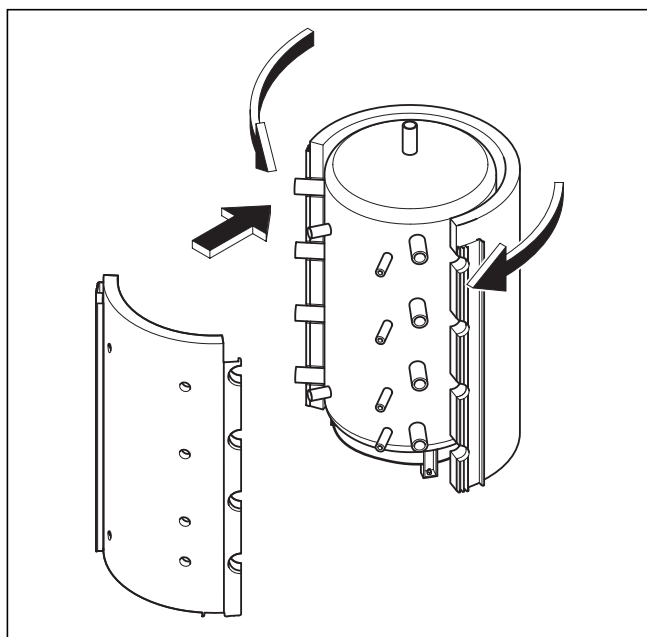

Рис. 4.8 Установка изолирующих оболочек
- Обмотайте большую (переднюю) изолирующую оболочку спереди вокруг буферной емкости, как это показано на рис. 4.8.